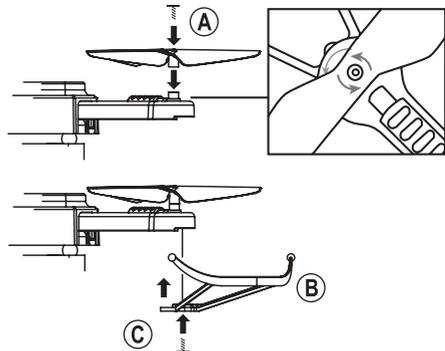

Bild 6
Montieren Sie wie in Bild 6 gezeigt nacheinander die vier Rotoren mit einer Schraube (A). Achten Sie hierbei zwingend darauf, dass die Drehrichtung der Rotoren (siehe Markierungen am Rotor) passend zur angezeigten Drehrichtung vom Motor sind, siehe Markierung am Ausleger.
Zum Schutz der Rotoren sind im Lieferumfang vier Schutzgitter (B). Montieren Sie wie in Bild 6 gezeigt an jedem Ausleger je ein Schutzgitter.